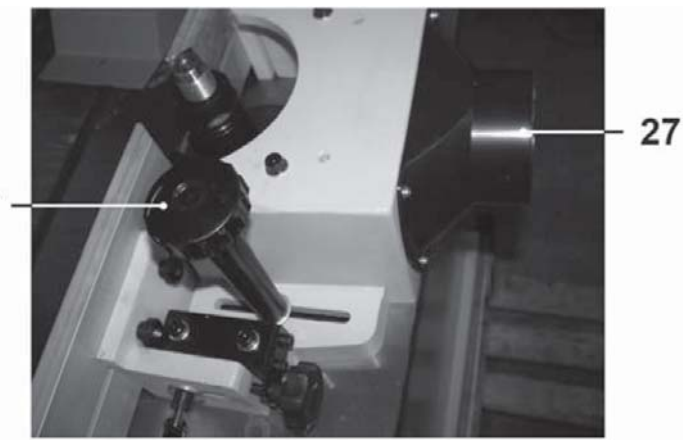

Рис.12
8.7.1. Как показано на Рис. 12, установите и четырьмя винтами закрепите патрубок пылесборника (27).